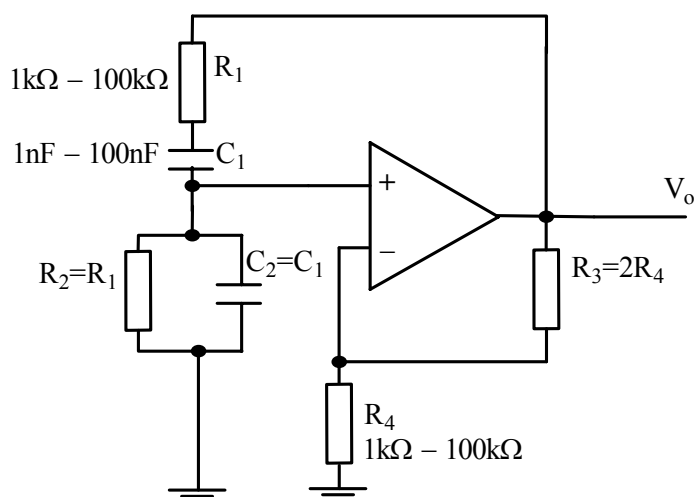
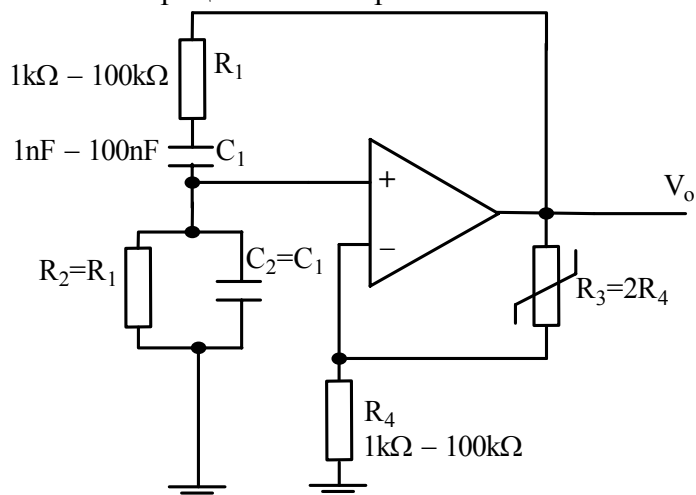

Рис. 26. Генератор синусоидальных колебаний на основе моста Вина с линейной отрицательной обратной связью
Рис. 27. Генератор синусоидальных колебаний на основе моста Вина с нелинейной отрицательной обратной связью
1. Реализуйте схему генератора синусоидальных колебаний на основе моста Вина с линейной отрицательной обратной связью. Данная схема изображена на рис. 26. Не забудьте подключить питание к ОУ.
5. Отключите питание от платы. Реализуйте схему генератора синусоидальных колебаний на основе моста Вина с нелинейной отрицательной обратной связью. Данная схема изображена на рис. 26. 2. В качестве нелинейного элемента здесь используется лампа накаливания. Не забудьте подключить питание к ОУ.
Выходной сигнал генератора синусоидальных колебаний на основе моста Вина при использовании линейной обратной связи (не) обладает синусоидальной формой. Выходной сигнал генератора синусоидальных колебаний на основе моста Вина при использовании нелинейной обратной связи (не) обладает синусоидальной формой. Стабильность амплитуды колебаний выходного сигнала схемы рис. 26 (выше) ниже, чем схемы рис. 27. Частота выходного сигнала (не) зависит от типа отрицательной обратной связи.